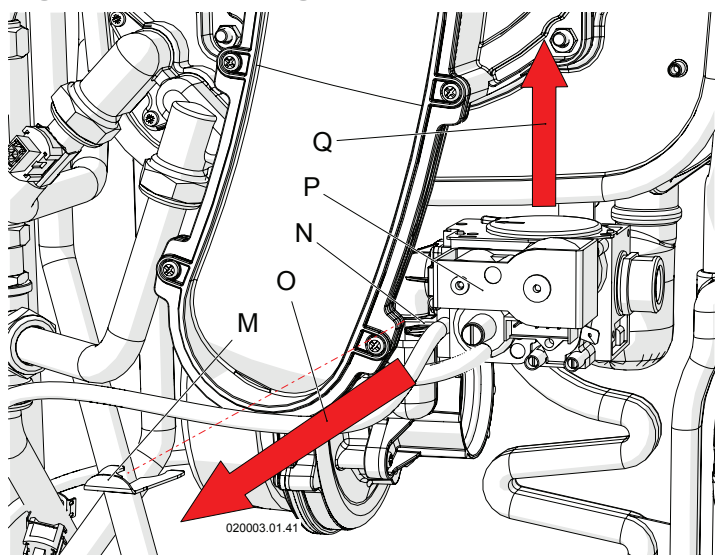

Figure 6-4 - Démontage du bloc gaz
- 8.- Retirer le ressort de serrage « M » du siège « N » en libérant le bloc « P » (Voir la Figure 6-4);
- 11.- Remonter le bloc gaz (voir la Figure 6-4, élément « P »), en prenant soin de repositionner le ressort « M »;